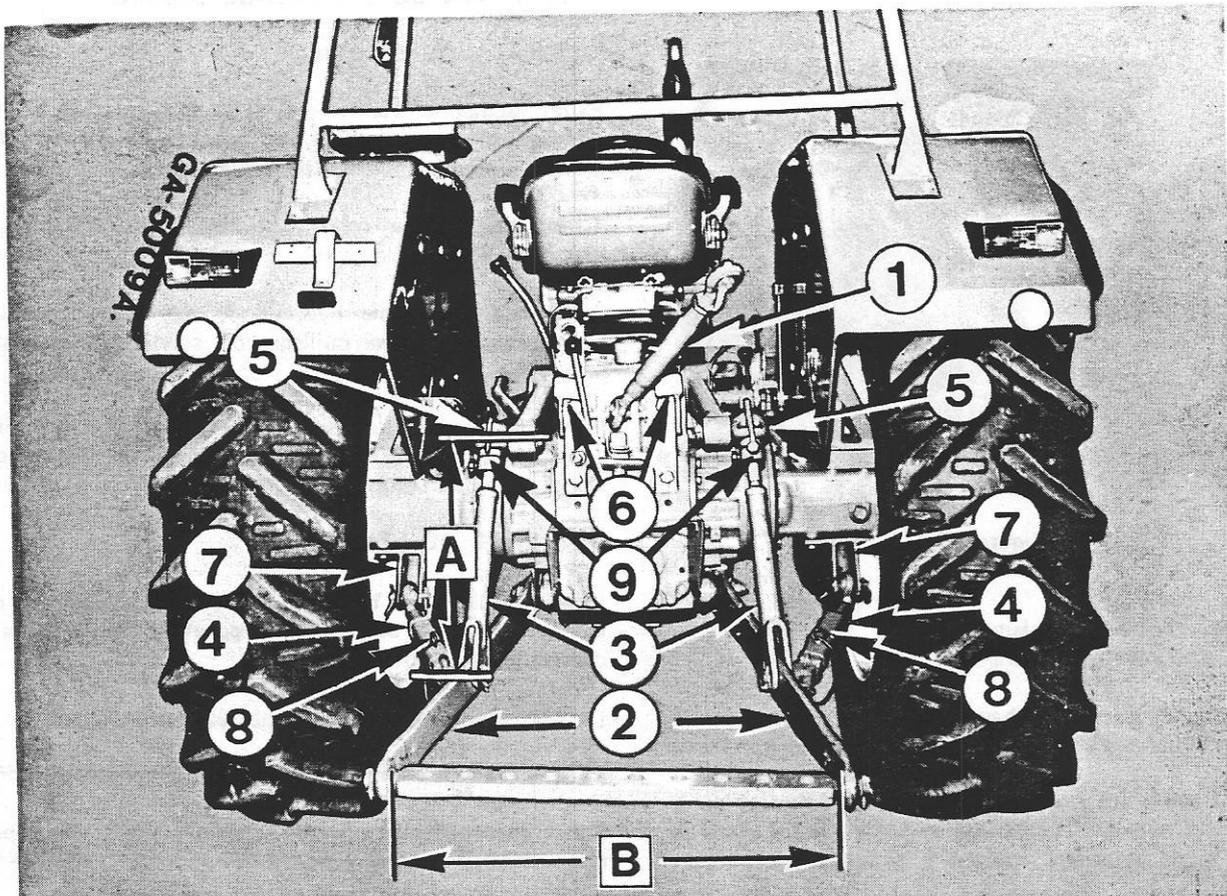

Figure 44
- Réglez la longueur (A) des tringles de relevage (3, fig. 44).
- Engagez les 2 stabilisateurs (4) dans les trous inférieurs des supports latéraux (7). (Position rigide).
Si l'outil porté est une charrue, réglez la longueur de la barre du 3ème-point (1, fig. 44) de sorte que les corps de charrue avant et arrière opèrent à la même profondeur.
Veillez à bien régler la bague (9, fig. 44) suivant le cas pour obtenir un débattement latéral quand vous attelez des équipements possédant des roues de jauge latérales.